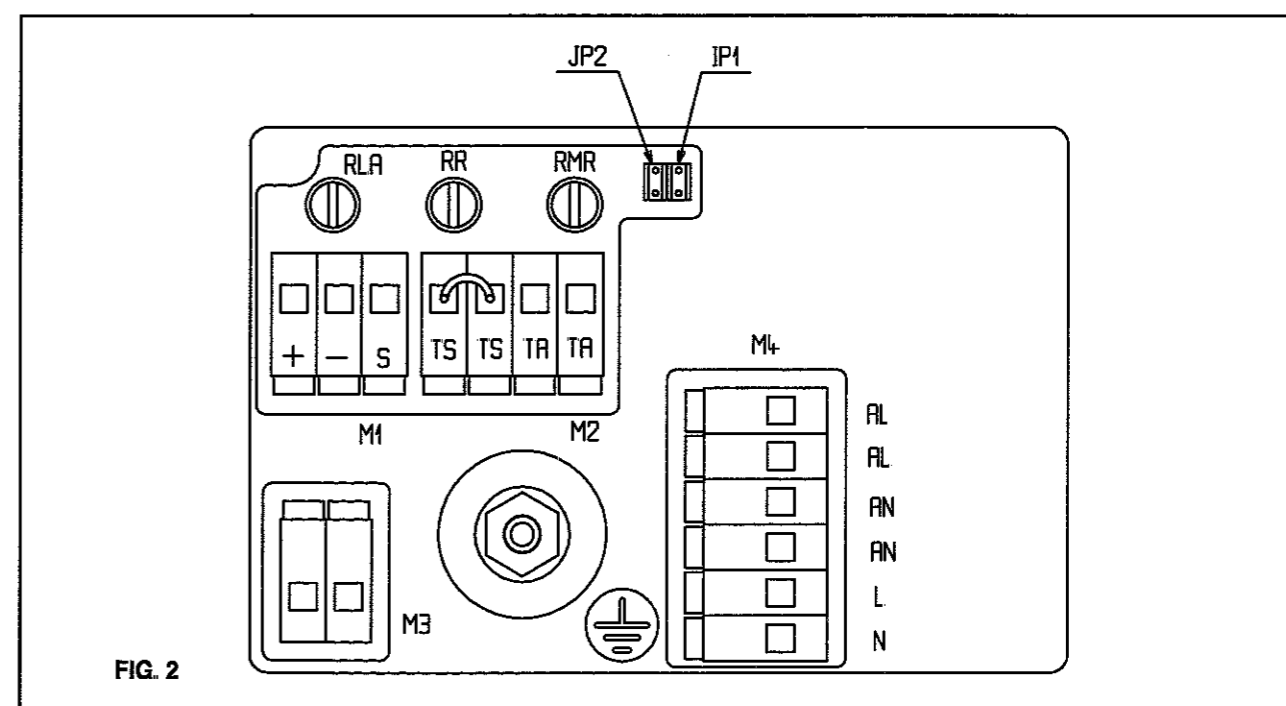

FIG. 2
- collegare al pannello i tre fili (vedi fig. 2);